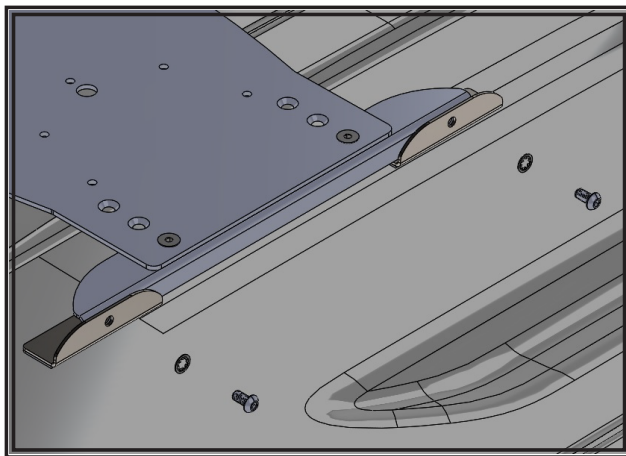

Abbildung 5
4. Entfernen Sie die vier 6,4 mm (1/4"-20) Halbrundschräuben und die Sternscheiben von der Montagehalterung und legen Sie sie beiseite. Entfernen Sie die Plattenkonstruktion (mit den noch angebrachten Halterungen) vom Fahrzeugdach und legen Sie sie beiseite. Siehe Abbildung 5.